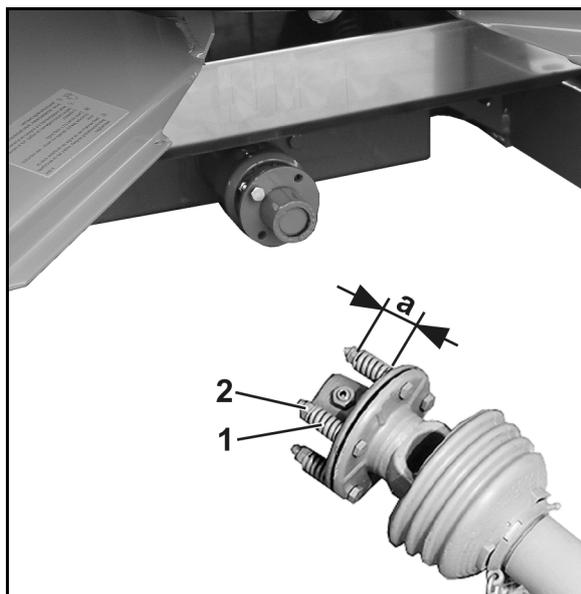

Fig. 91
2. Scaricare le molle (Fig. 91/1) allentando i dadi (Fig. 91/2).